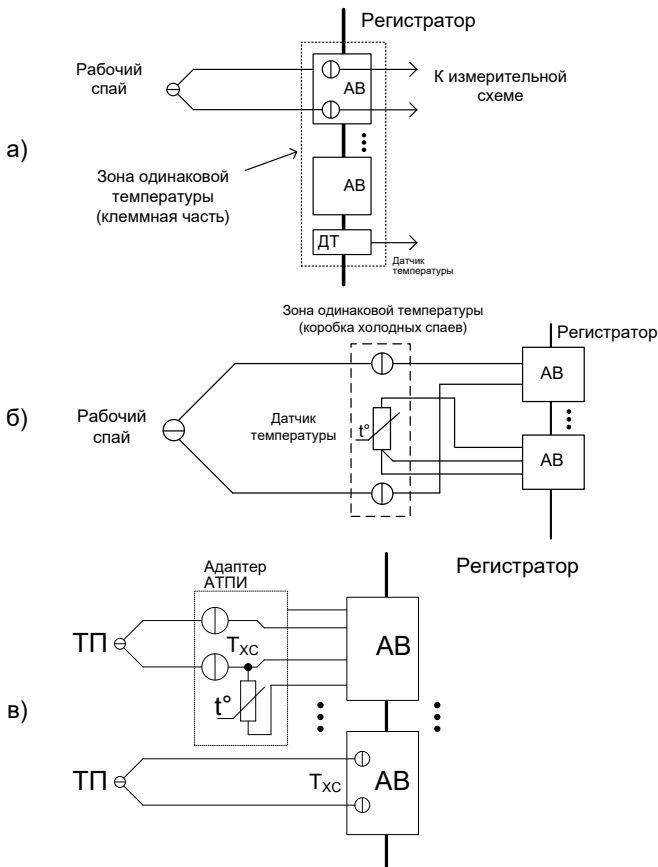

Рисунок 2.17 Способы измерения температуры свободных концов ТП:
- Внутренний датчик – Температура свободных концов термопары (Тхс) измеряется с помощью встроенного датчика температуры (ДТ), входящего в комплект поставки регистратора. Измеренное значение Тхс преобразуется по НСХ заданного типа в значение ТЭДС, которое суммируется с измеренным значением ТЭДС на клеммах для подключения свободных концов термопары. Полученное значение преобразуется по НСХ в значение температуры, соответствующей температуре рабочего спая термопары (см. рис. 2.17, а). При наличии систематической погрешности измерения Тхс встроенным датчиком (например, вследствие воздействия внешних факторов) в поле «Коррекция Тхс» следует
- АВ1...АВ32 – измерение T_{xc} одним из каналов регистратора. Указывается один из каналов, к которому подключен внешний измеритель T_{xc} (чаще всего – термопреобразователь сопротивления - ТС) - см. рис. 2.17, б. В случае наличия систематической погрешности измерения T_{xc} выбранным каналом в поле «Коррекция T_{xc} » следует ввести величину поправки в °С;